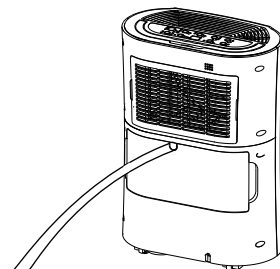

рис. 6
4. Надягніть зливну трубку (12) на зливний патрубок (10) (рис. 6).